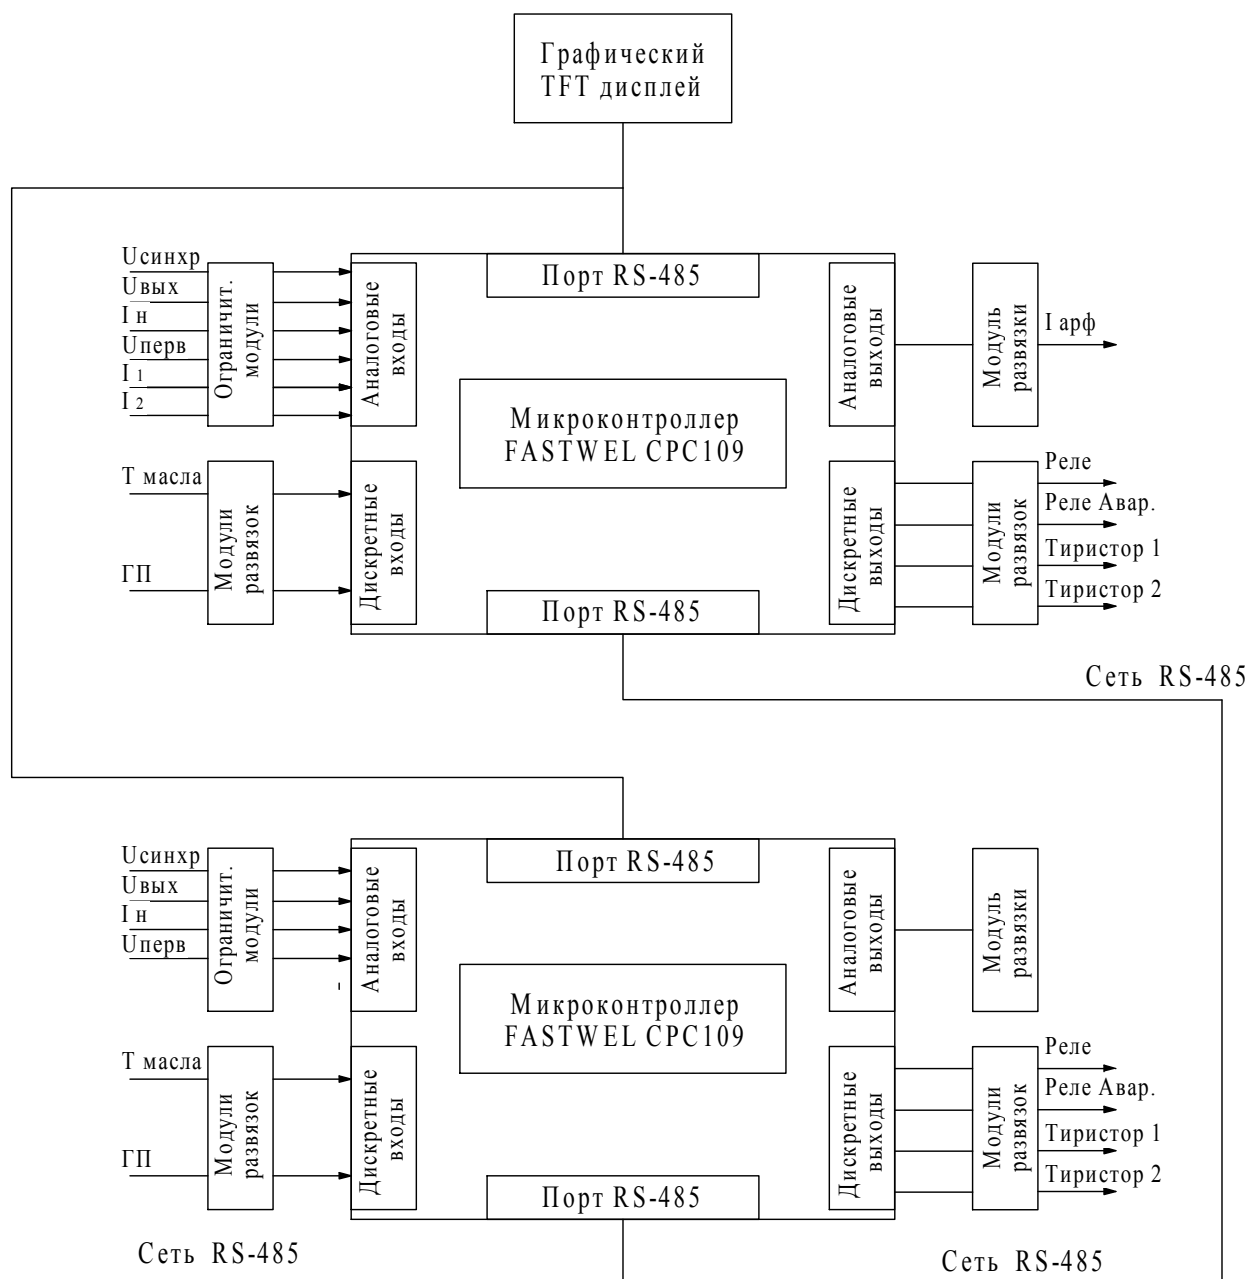

Рис. 2. Структурная схема ВШУ2
3.3 Структурная схема ВШУ2 представлена на рис.2.